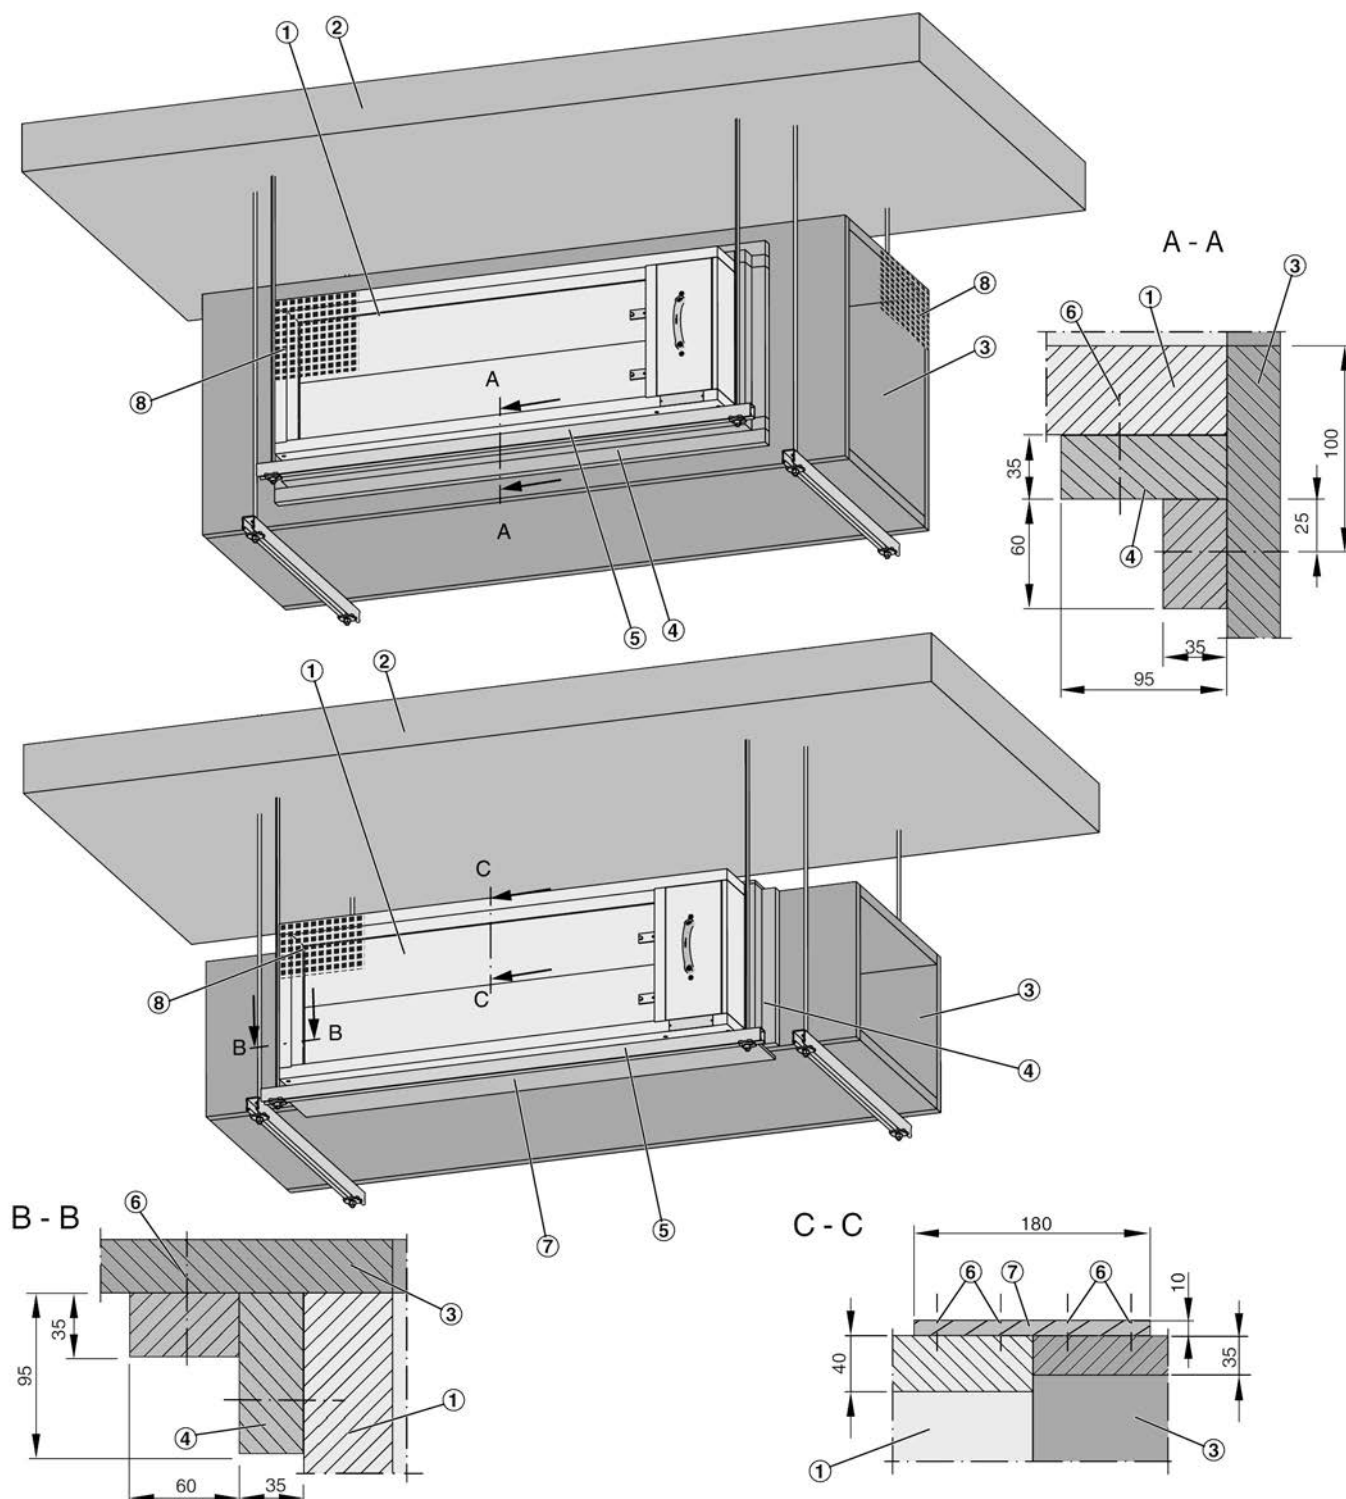

Fig. 31: Montasje i en brannsikrer, horisontal røykavtrekkskanal
4. ▶ Hvis røykavtrekkanalen og røykkontrollspjeldet har samme høyde kan du bruke en koblingslist (Fig. 31 /7) i stedet for en vinkelseksjon.
5. ▶ Koble røykavtrekkskanalene (montasjeside og betjeningsside) til røykkontrollspjeldet (Fig. 31 /8), ☞ 6 «Røykavtrekkanal og beskyttelsesgitter» på side 63 .